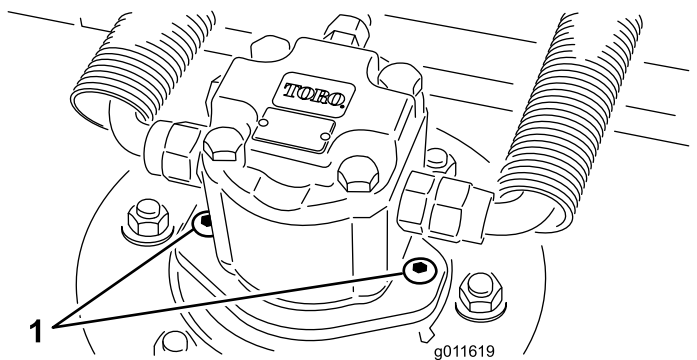

Figura 5
4. Instale o motor hidráulico na plataforma (Figura 5). Verifique se o anel de retenção está posicionado corretamente e não está danificado.